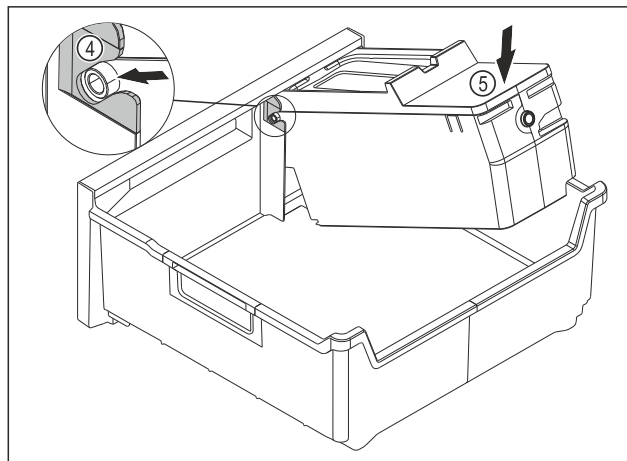

Fig. 114
- Montare il corpo dell'EasyTwist-Ice: Inserire gli assi del corpo dell'EasyTwist-Ice nelle guide Fig. 114 (4).
- Spingere il corpo dell'EasyTwist-Ice Fig. 114 (5) posteriore verso il basso.